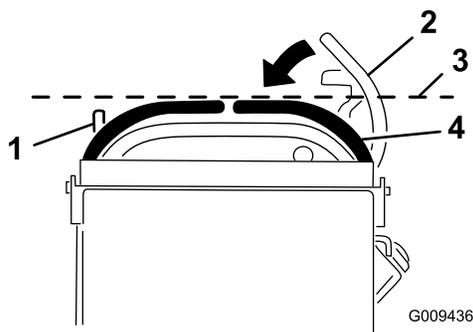

Figura 69
3. Empurre para baixo a alavanca direita de controlo do movimento, para fora da posição de bloqueada em ponto morto (Figura 69).
4. Verifique se a alavanca direita de controlo de movimento alinha horizontalmente com a alavanca esquerda de controlo de movimento (Figura 69).